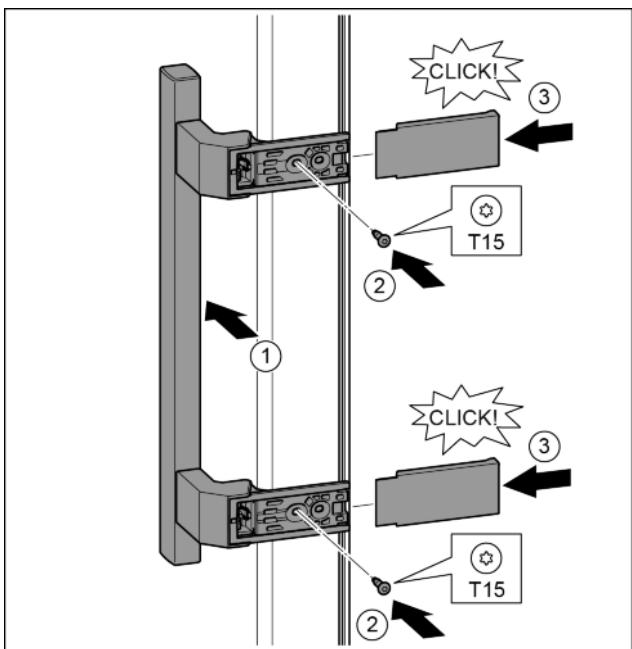

Fig. 18
- Поставете дръжката от другата страна. *Fig. 18 (1)*
- С отвертка T15 затегнете винтовете. *Fig. 18 (2)*
- Поставете отстрани капаците и ги нахлузете. *Fig. 18 (3)*